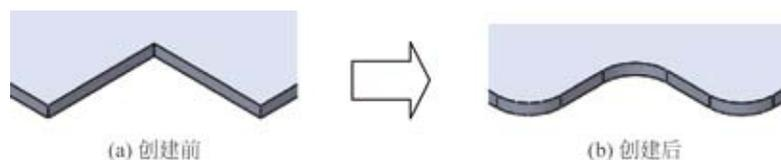

图 5.210 圆角类型
- 文本框：用于以圆角的方式创建断裂边角，当选择该方式时，需要在 文本框中定义圆角的参数值，效果如图 5.210 所示。